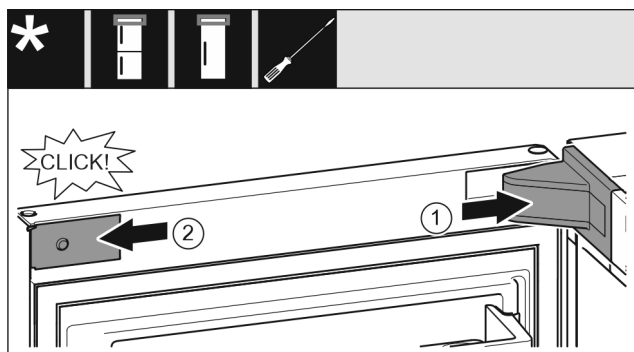

Fig. 25
- ▶ Helyezze fel és pattintsa be a csapágybak fedelét Fig. 25 (1), szükség esetén óvatosan nyomja szét.
- ▶ Helyezze fel oldalra a takarólemezt Fig. 25 (2), és pattintsa be.